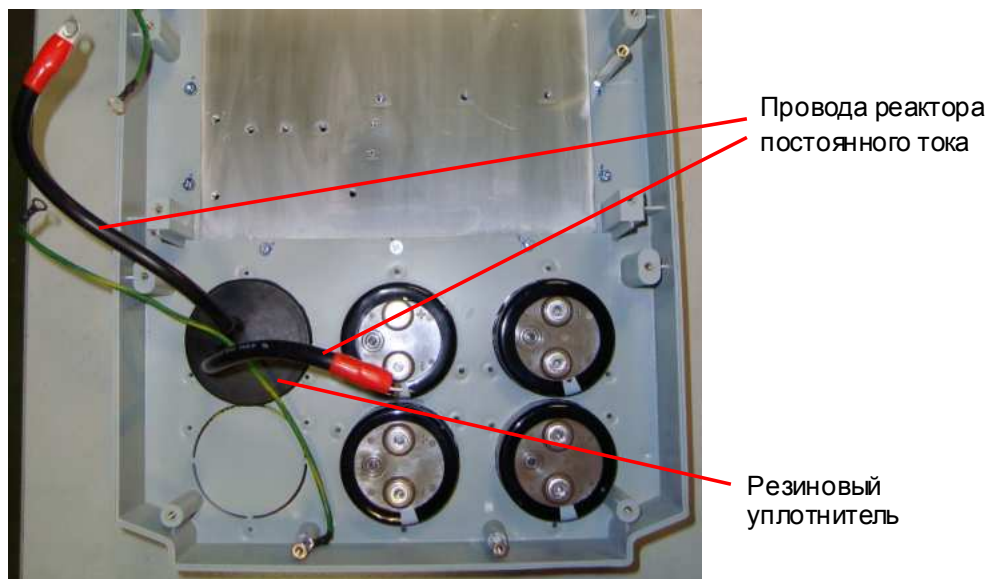

Рис. 6.19
6.14.1. Демонтировать резиновый уплотнитель проводов реактора постоянного тока, осторожно перемещая его вверх (вдоль проходящих через него проводов) (рис. 6.19). Положить уплотнитель в тару.